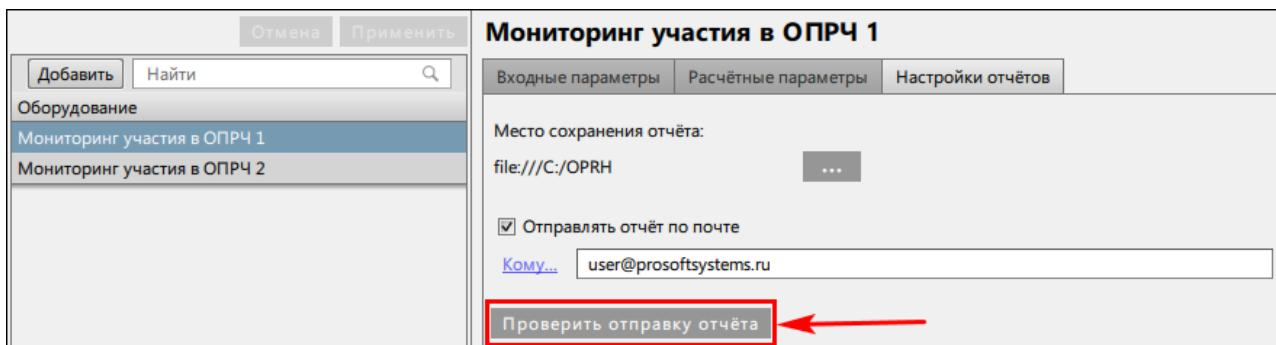

Рисунок 178 - Проверить отправку отчета
8. По желанию выполните проверку отправки отчета с помощью кнопки **Проверить отправку отчета** (Рисунок 178).